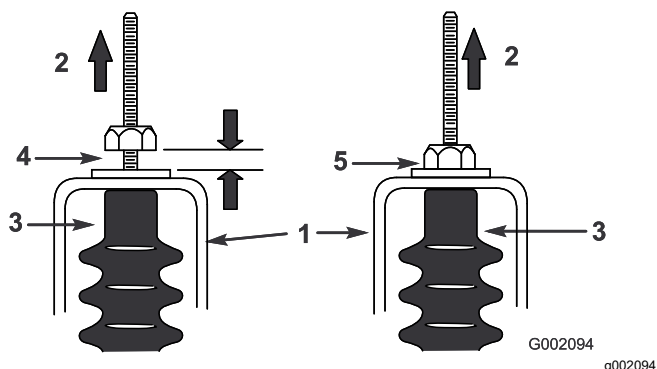

图 59
5. 向上拉每根换挡线确保螺母/垫圈与空档支架之间留有 0.761.52mm 的空隙 图 59。